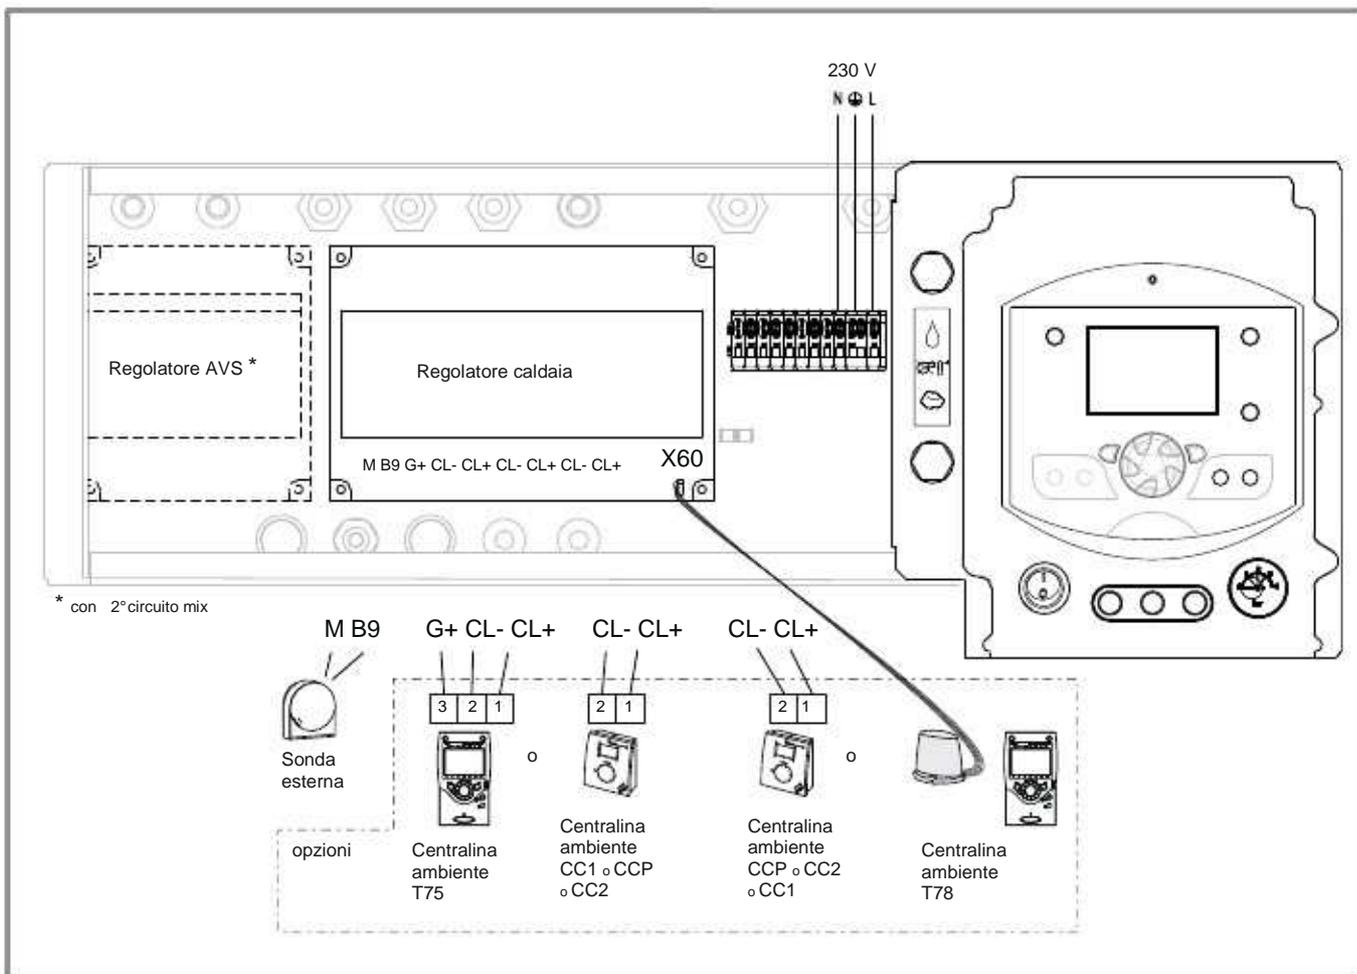

figura 28 - Collegamenti sul regolatore caldaia
- Collegare ogni sonda su uno dei morsetti CL+ et CL- della scheda di regolazione della caldaia (figura 28) con l'aiuto del connettore fornito.
- Effettuare i collegamenti (figura 28)